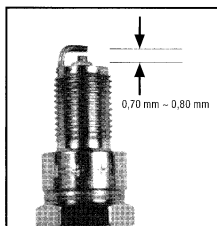

Fig. 15
- d) Corrija el espacio moviendo hacia un lado el electrodo. El espacio de la bujía de encendido (Fig. 15) es de 0,70 mm ~ 0,80 mm